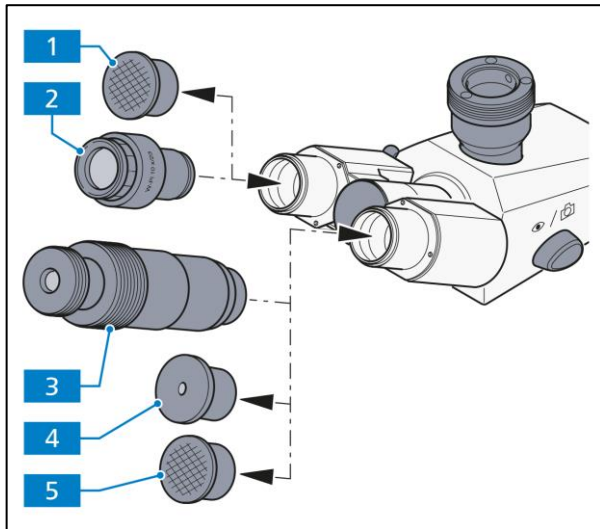

Abb. 3-4 Okulare einsetzen
- Beide Staubschutzkappen (Abb. 3-4/1 und 5) aus dem Binokulartubus entfernen.
- Beide Okulare (Abb. 3-4/2) aus den Behältern entnehmen und bis zum Anschlag in den Binokulartubus einsetzen.
- Das Hilfsmikroskop (Abb. 3-4/3) kann anstelle eines Okulars in einen der Binokularstutzen eingesetzt werden und dient der Beobachtung von Apertur-, Phasen- und Dunkelfeldblenden bzw. der Zentrierung von Phasen- und Dunkelfeldblenden. Mithilfe der verstellbaren Augenlinse des Hilfsmikroskops kann man auf diese Blenden fokussieren.
- Das Hilfsmikroskop (Abb. 3-4/3) oder die Lochblende (Abb. 3-4/4) können zur Betrachtung konoskopischer Bilder eingesetzt werden.